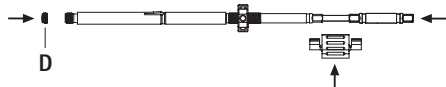

Fig. 12
- Insérer le tournevis dans la douille intérieure, sécuriser avec l'espaceur et fixer la vis de verrouillage **D**, voir Fig. 12.